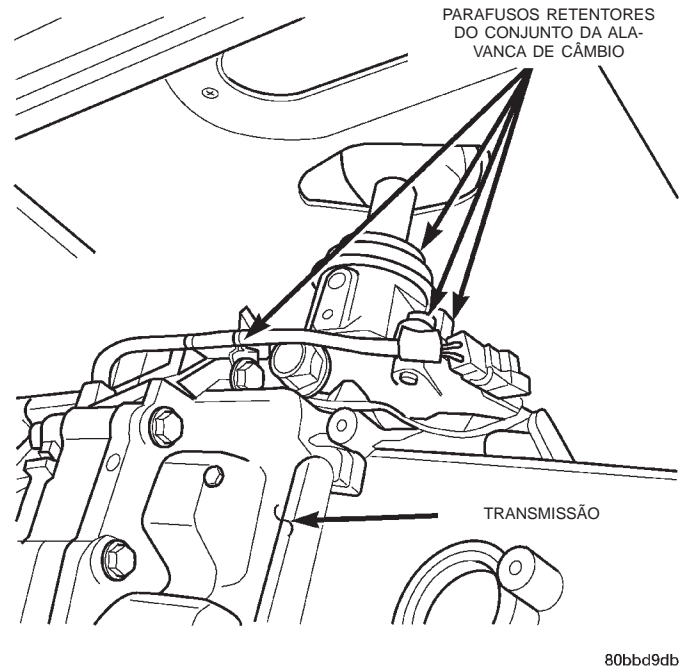
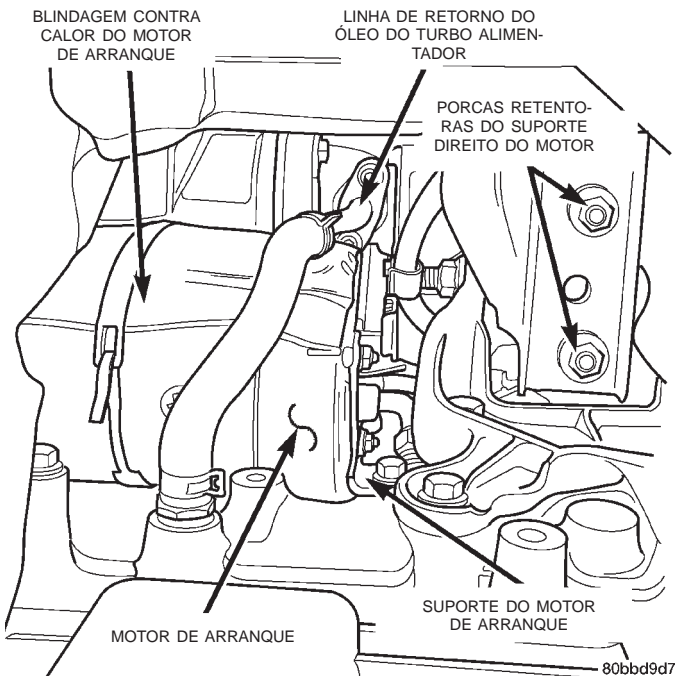

Fig. 22 Parafusos Retentores da Alavanca de Câmbio
Fig. 23 Porcas Retentoras do Suporte Direito do Motor
(58) Remova do lado esquerdo da barra transversal do suporte da transmissão, o parafuso de retenção do suporte da linha de combustível.
(59) Remova os parafusos de retenção da barra transversal do suporte da transmissão. Deslize a barra transversal o máximo possível para trás.
(60) Abaixar o conjunto da transmissão o suficiente para acessar os parafusos de retenção do câmbio.
(61) Remova os 4 parafusos de retenção do câmbio (Fig. 22).
(62) Remova da carcaça em forma de sino da embreagem, os 2 parafusos de retenção do sensor de falha na ignição.
(63) Certifique-se de que todas as fiações estejam desconectadas do conjunto da transmissão.
(64) Remova os parafusos de retenção da carcaça em forma de sino da embreagem. Puxe a transmissão diretamente para trás até que o eixo de entrada liberte-se do conjunto da embreagem. Remova a transmissão do veículo.
(65) Remova as porcas retentoras do isolador do suporte direito e esquerdo do motor (Fig. 23).
(66) Abaixar o veículo do elevador.